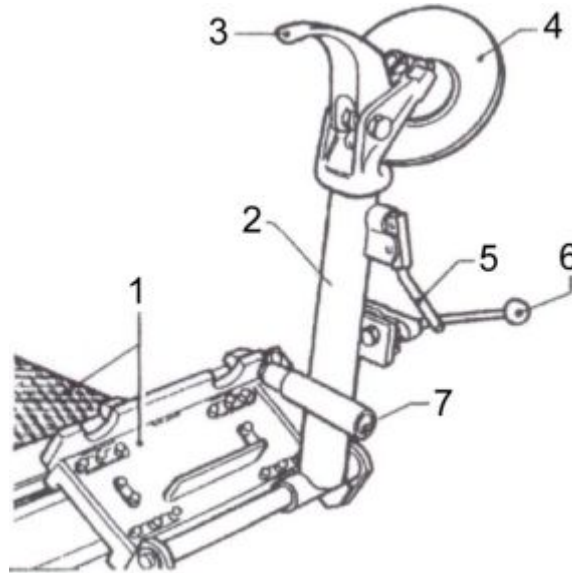

Рисунок 5 Инструмент монтажа
4.2.7 Каретка 1 (см. рисунок 5) предназначена для закрепления в необходимом положении инструмента монтажа и для перемещения его в плоскости, параллельной оси колеса.
4.2.8 Инструмент монтажа (рисунок 5) является инструментом бортирования и разбортирования колес. Он представляет собой сварную конструкцию, состоящую из несущей консоли 2 (для установки в кронштейн каретки 1), диска 4 и изогнутого рычага 3. Система рычагов 5 и 6 предназначено для фиксации инструмента в кронштейне